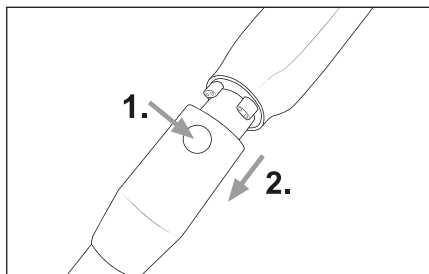

Fig. 8
- ♦ For at fjerne sugerøret 23 fra produktet skal du trykke på oplåsningsknappen til sugerøret 24 og holde den nede og tage sugerøret 23 ud af produktets sugesåbning (se fig. 8).